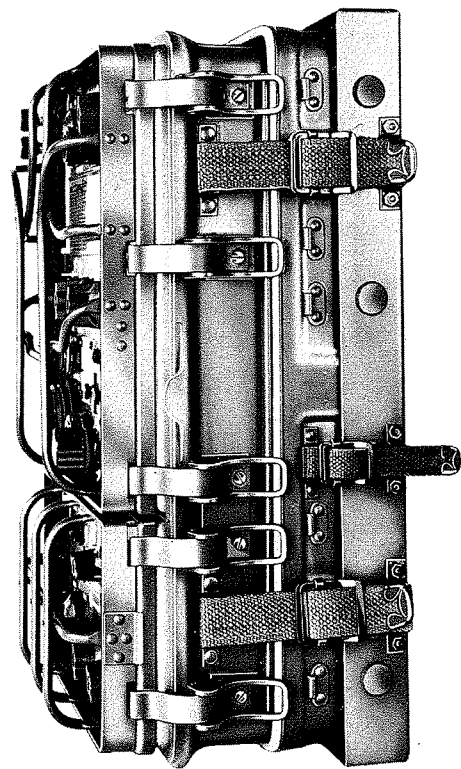

Bild 46 Sende-Empfangsgerät RT-77/GRC-9 für den Fahrzeugeinsatz montiert
d) Während des Betriebes kann der Deckel zwischen das Funkgerät und die Montageplatte MT-350/GRC-9 gelegt werden. Die Anlage ist mit Haltegurten zu sichern (Bild 46).